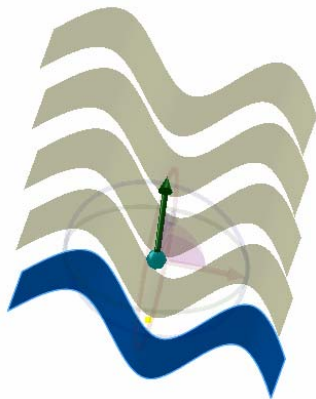

图 7-150 “移动/复制实体”属性管理器
- ① 选择菜单“插入”→“曲面”→“移动/复制”命令。
- ② 单击“移动/复制实体”属性管理器最下面的“平移/旋转”按钮，切换到“平移/旋转”模式。
- ③ 在“移动/复制实体”属性管理器中单击“要移动/复制的曲面”栏中图标右侧的显示框，然后在图形区域或特征管理器设计树中选择要移动/复制的实体。
- ④ 如果要复制曲面，则选择“复制”复选框，然后在微调框中指定复制的数目。
- ⑤ 单击“平移”栏中图标右侧的显示框，然后在图形区域中选择一条边线来定义平移方向。或者在图形区域中选择两个顶点来定义曲面移动或复制体之间的方向和距离。
- ⑥ 也可以在 ΔX 、 ΔY 、 ΔZ 微调框中指定移动的距离或复制体之间的距离。此时在右面的图形区域中可以预览曲面移动或复制的效果，如图 7-150 所示。